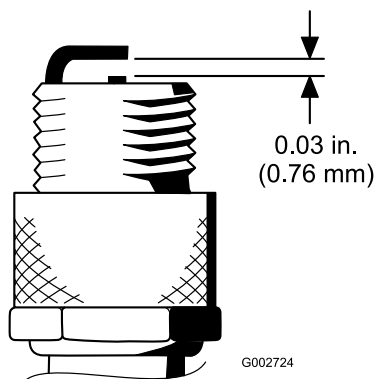

Figura 29
4. Verificate che la distanza tra gli elettrodi centrale e laterale sia 0,76 mm come mostrato in Figura 29